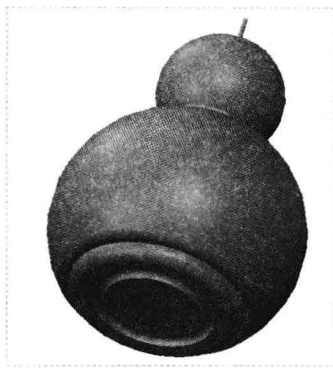

图 8-56 创建扫描实体槽特征
Step 08 单击“开槽：扫描”对话框中的“确定”按钮，即可创建扫描实体槽特征，如图 8-56 所示。